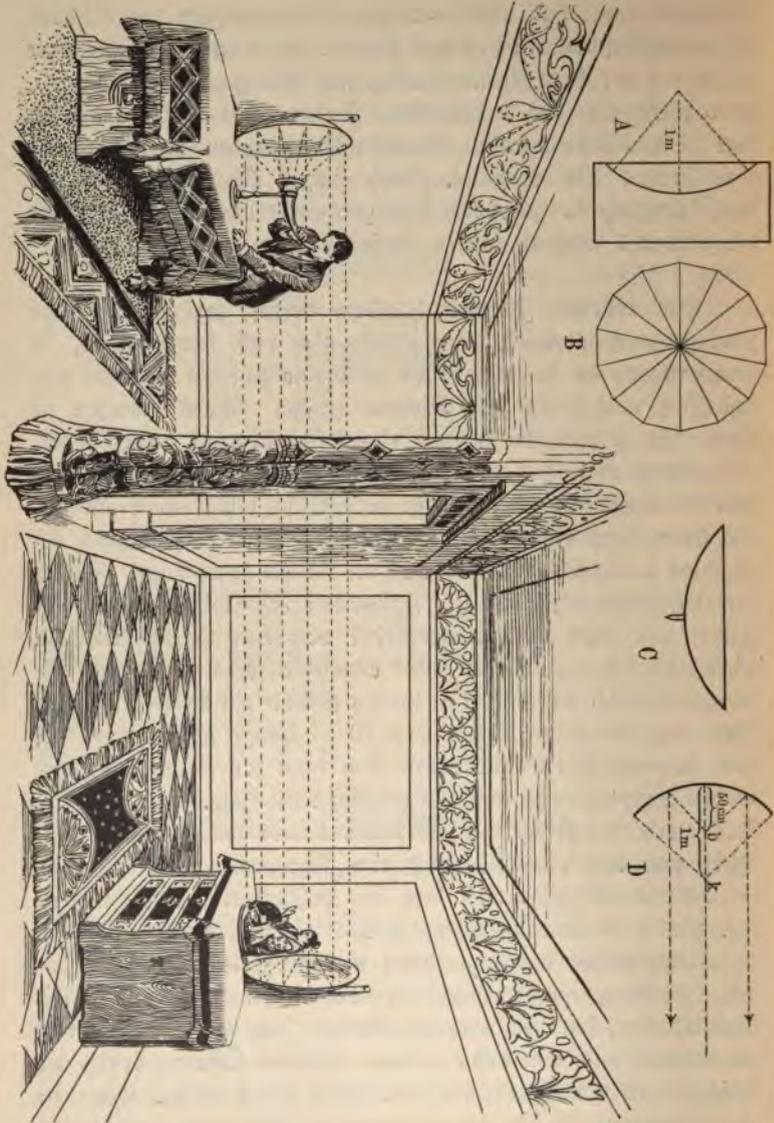

Fig. 40. Eine rechenbe Figur.
**Die redende Figur.** Zu dem Versuch gehören allerdings zwei große Hohlspiegel, man schrecke aber nicht davor zurück, sie anzufertigen, da sie nicht allzu genau auszufallen brauchen und schließlich auch Pappe als Material genügt. Blank brauchen sie auch nicht zu sein, da sie nur einem Schallversuch dienen sollen. Denkt man sich einen Hohlspiegel irgend wie durch seine Mitte hindurch in zwei Hälften zerlegt, so erhält man offenbar als Schnittspur ein Stück eines Kreises, dessen Radius man bestimmen kann. Dies ist dann auch der Radius jener Kugel, von der der Hohlspiegel ein Stück ist. Haben wir die Absicht, einen Hohlspiegel mit dem Krümmungsradius von 1 m herzustellen, ein Maß, das sich für unseren Zweck empfiehlt, so verfahren wir wie folgt. Es wird mit einer 1 m langen Schnur ein Kreis geschlagen. Man legt ein Stück Pappe von 70 cm Länge oder etwas darüber so unter den Bleistift, mit dem man den Kreis zieht, daß er den Pappbogen so weit als möglich trifft (Fig. 40 A a. f. S.). Das so erhaltene Kreislinienstück schneidet man aus der Pappe sorgfältig aus und erhält dadurch eine sogenannte „Lehre“, d. h. einen Kreisabschnitt, nach dem der Hohlspiegel gefertigt werden soll. Aus einer beliebigen Anzahl von spitzen Dreiecken aus nicht zu dünner Pappe setzt man dann eine große Kugel- oder kegelförmige Fläche zusammen, verbindet aber die einzelnen Stücke nicht durch Kleister, sondern durch feste Nähte (Fig. 40 B). Je länger die Dreiecke sind, eine desto größere wirksame Öffnung erhält der Spiegel. Es genügt für unseren Zweck jedoch völlig, wenn sie eine Länge von 30 bis 40 cm erhalten. Man wird zunächst auf
Noch viel leichter, freilich auch teurer, ist es, die Spiegel aus Gips zu machen. Hierzu muß die Lehre aus Holz fein und in ihrer Mitte einen Nagel erhalten, der unten zugespitzt ist (Fig. 40 C). Dann bedarf man einer leidlich runden Holzplatte, etwa eines Sonnendeckels, dessen Durchmesser größer ist, als der Durchmesser des Spiegels werden soll, sagen wir etwa 50 bis 60 cm. Um diesen Deckel wird ein 10 bis 15 cm hoher Randstreifen aus Pappe festgenagelt und von außen mit Lehm oder Glaserkitt gedichtet. Darauf füllt man das so entstandene Gefäß mit einer ausreichenden Menge von in Leimwasser angemachtem Gips. Sobald nach einigem Umrühren die Mischung breiig wird, stößt man die Lehre mit ihrem Nagel in die Mitte hinein und dreht sie, ohne zu wackeln, horizontal herum, wodurch man allen überflüssigen Gips hinwegnimmt und, nach wiederholtem Umdrehen und nachdem der Gips erstarrt ist, eine ziemlich reine Höhlung erhält. Im Schatten trocknet der Spiegel bald, ohne seine Form
Zu unserem Versuch, den Fig. 40 in seiner äußeren Anordnung zeigt, bedürfen wir, wie oben gesagt, zweier möglichst gleich großer Spiegel. Man hängt oder stellt sie in zwei Zimmern so auf, daß ihre Verbindungslinie durch eine geöffnete Tür geht. Es schadet nichts, wenn die Entfernung bis zu 10 m beträgt, vorausgesetzt, daß die Spiegel groß sind. Genau in den Brennpunkt des einen Spiegels stellt man eine beliebige Figur, eine Porzellan-Pagode etwa, und giebt vor, diese kleine Person könne sprechen und auf ihr vorgelegte Fragen antworten. Der Brennpunkt des Hohlspiegels befindet sich gerade vor dem tiefsten Punkt desselben und zwar um den halben Krümmungsradius von ihm entfernt (Fig. 40 D). Schallstrahlen, die vom Krümmungsmittelpunkt  $k$  ausgehen, treffen überall senkrecht auf die Spiegelfläche und werden daher auf den Ausgangspunkt zurückgeworfen. Entstehen sie mehr nach dem Spiegel zu, so werden sie auch mehr nach außen zusammengeworfen und gehen endlich parallel miteinander in die Ferne, wenn der Ausgangspunkt  $b$  mit dem Brennpunkt zusammenfällt. Da der Krümmungsradius unseres Spiegels 1 m beträgt, liegt der Brennpunkt 50 cm vor dem Grunde desselben, und an dieser Stelle sollte sich der Kopf der Figur befinden. Um den Spiegel im anderen Zimmer den neugierigen Blicken der Zuschauer zu entziehen, kann man die Türöffnung mit Gaze, ja selbst mit einem dünnen Laken verhängen, das die Schallstrahlen merkwürdig gut hindurchläßt. Macht man übrigens den Versuch, wie es wohl gewöhnlich geschieht, des Abends, so kann man auch das Zimmer erleuchten, in dem sich die kleine Figur befindet